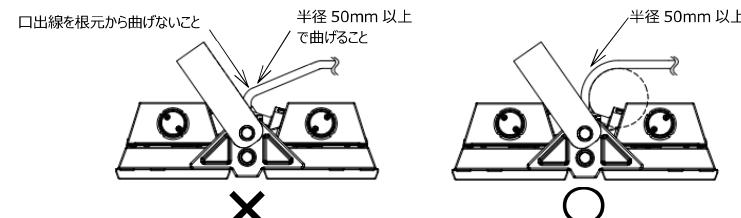

図 12
1. 投光器の口出線を引張った状態で、設置した場合、投光器の口出線根元部分より、浸水する原因となります。口出線の引回しは図12のように、口出線根元部分に十分な余長を持たせ、半径 50mm 以上になるようにしてください。